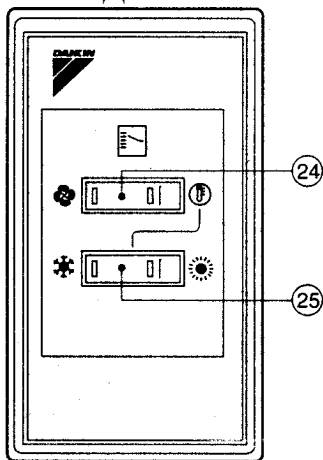

Рис.1-3
- На рис. 1-3 показан пульт дистанционного управления, которым снабжаются только системы серии VRV.